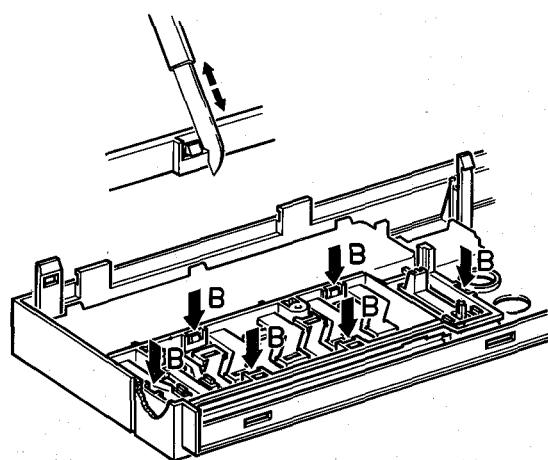

Fig. 2-1-3
- Druckknopfeinheit Pos. 124. Dadurch dass die Klammern B (siehe Bild 2-1-3) vorsichtig aufgeschnitten werden, lässt sich Druckknopfeinheit Pos. 124 beseitigen.